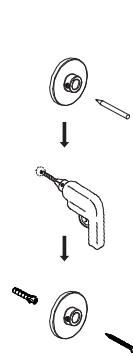

Abbildung 12
- Montieren Sie die Wandhalterung an der markierten Stelle (Abbildung 12). Decken Sie die Thermostatbrausestange ab, um Staub zu vermeiden.